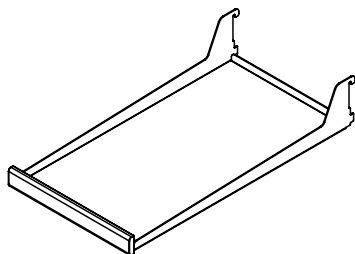

Figura 34
(1) estante en voladizo con vidrio plano, medio ancho (vea la Figura 34).